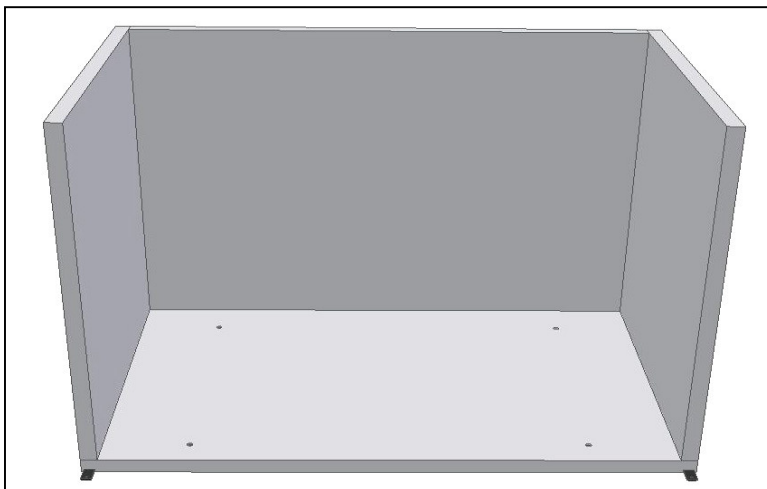

Fig. 5
- Encaixar **painel lateral direito** sobre o painel do fundo e apertar apenas ao fundo (Fig.5);